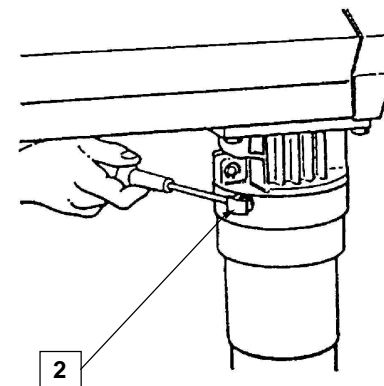
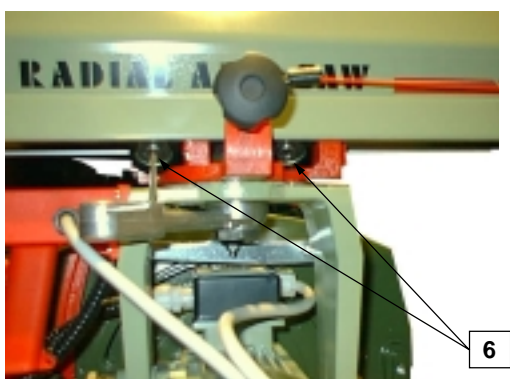

Fig. 3
Fig. 4
<div data-bbox="982 191 1129 264" data-label="Image"> </div> <p>Per eseguire il corretto montaggio della lama procedere come descritto di seguito:</p> <ol style="list-style-type: none"> 1. Rimuovere l'anello benzing (1) tramite il cacciavite, in modo da separare le 2 protezioni laterali dx Fig. 1. 2. Con chiave a tubo CH 17 asportare il dado di bloccaggio e la rondella che tengono fissato il carter coprilama al motore. Fig. 2. Asportare il carter coprilama. 3. Con chiave CH 32 (2) e Allen 8 mm (3), smontare il dado di serraggio e la flangia esterna. Fig. 3. 4. Inserire la lama sul mandrino. Inserire la flangia esterna ed il dado di serraggio. ATTENZIONE: La faccia del dado di serraggio a contatto con la flangia esterna deve essere sempre la stessa. Ribloccare a fondo il tutto. Fig. 4. <p>L'utensile utilizzato deve avere la caratteristiche descritte a pagina 20. Si raccomanda l'utilizzo di guanti di protezione durante l'esecuzione dell'operazione di inserimento lama. Accertarsi del corretto inserimento, relativamente al senso di rotazione, come indicata dalla freccia presente sul carter coprilama.</p> <p>ATTENZIONE: Prima di eseguire il montaggio della flangia esterna verificare l'assoluta pulizia della stessa. Verificare l'assenza di grasso oppure di lubrificante tra la lama e le due flange di bloccaggio.</p> <ol style="list-style-type: none"> 5. Rimontare la rondella e con chiave a tubo CH 17 rimontare il dado di bloccaggio del carter coprilama. Bloccare il tutto a fondo. 6. Riagganciare le 2 protezioni laterali dx tramite il relativo perno e l'anello benzing. Fig. 6. <p>Si raccomanda l'utilizzo di guanti di protezione durante l'esecuzione dell'operazione di inserimento lama. Quando si rimonta la lama accertarsi del corretto inserimento, relativamente al senso di rotazione, come indicato nell'apposita freccia presente sul carter coprilama. Controllare, inoltre, tassativamente che il diametro esterno e il diametro interno dell'utensile corrispondano a quelli indicati nella apposita targa. Verificare che l'albero portautensile e la flangia di serraggio esterna siano esenti da grasso e/o olio.</p>
<p>To correctly assemble the blade:</p> <ol style="list-style-type: none"> 1. Remove the Benzing ring (1) by means of the screwdriver, in order to separate the 2 right hand guards, Fig. 1. 2. Using a CH 17 socket wrench remove the nut and washer that secure the blade casing to the motor. Fig. 2. Remove the blade casing. 3. Using a CH 32 wrench (2) and an 8 mm Allen wrench (3), remove the fixing nut and outer flange. Fig. 3. 4. Fit the blade onto the chuck. Fit the outer flange and fixing nut. ATTENTION: the surface of the nut coming into contact with the outer flange must always be the same. Wrench down. Fig. 4. <p>The tool used must have the features described on page 20. The use of protective gloves during the blade fitting operations is highly recommended. Make sure the blade has been correctly fitted and that it runs in the right direction, as indicated by the arrow on the blade casing.</p> <p>IMPORTANT: before fitting the outer flange, make sure it is perfectly clean. Make sure there are no traces of grease or lubricant between the blade and the fixing flanges.</p> <ol style="list-style-type: none"> 5. Refit the washer and, with a CH 17 socket wrench, refit the blade casing fixing nut. Wrench down. 6. Refit the 2 right hand side guards with the pin and the Benzing ring. Fig. 6. <p>Operators must wear protective gloves when they are fitting tools. Make sure the tool is properly fitted and that it turns in the right direction, as shown by the arrow on the blade guard. Furthermore, ensure that the outer and inner diameters of the tool correspond to those indicated on the plate. Make sure the arbor and outer fixing flange are free of grease and/or oil.</p>
<p>ATTENZIONE: Questi controlli devono essere eseguiti, IN ASSENZA DI ALIMENTAZIONE ELETTRICA.</p> <p>Questo tipo di regolazione va effettuato qualora si dovesse notare un taglio non rettilineo nella massima larghezza.</p> <p>Il gruppo operante scorre su otto cuscinetti, i quali sono montati su altrettanti perni. Per avere una regolazione del gioco esistente tra il gruppo operante e le corsie di scorrimento, le 4 sedi dei cuscinetti inferiori sono eccentriche, in modo da poter essere regolate. Per eliminare l'eventuale gioco esistente, procedere come segue:</p> <ol style="list-style-type: none"> 1. Togliere la testa anteriore (1) svitando le due viti di fissaggio (2) tramite chiave da 4 mm. Fig.1 2. Sollevare il tirante (3) ed estrarre la leva sbloccaggio braccio (4). Fig. 2. 3. Estrarre il gruppo operante ed allentare le viti (5) tramite una chiave Allen 3 mm. (non in dotazione). Fig. 3. 4. Inserire nuovamente il gruppo operante nelle corsie di scorrimento e ruotare i perni (6) con chiave Allen 6 mm in un senso o nell'altro fino ad ottenere lo scorrimento ottimale del gruppo Fig. 4 e 5. Una eccessiva resistenza allo scorrimento può causare una rapida usura delle lamine o una rottura dei cuscinetti. Mentre la presenza di notevole gioco ne compromette la precisione di lavorazione. 5. Al termine della regolazione estrarre di nuovo il gruppo operante per ribloccare le viti (5). Fig. 3. 6. Inserire di nuovo il gruppo operante nelle corsie di scorrimento e rimontare la leva di sbloccaggio braccio (4). Rimontare la testa anteriore (1) e riavvitare le due viti (2). Fig. 6. <p>Eseguire un taglio di massima larghezza e verificarne se le ondulazioni sono scomparse.</p>	<p>ATTENTION: these checks must be effected WITH THE POWER SUPPLY DISCONNECTED.</p> <p>This type of adjustment must be carried out if you notice that the cut does not run straight along the whole width of the piece.</p> <p>The cutting unit runs on eight bearings that are in turn mounted on eight pins. To adjust the clearance between the cutting unit and guide, the four bearing seats are eccentric to enable adjustment. To eliminate any clearance, proceed as follows:</p> <ol style="list-style-type: none"> 1. Remove the front head (1) by loosening the two fixing nuts (2) with a 4 mm Allen wrench. Fig. 1 2. Lift tie-rod (3) and remove the arm release lever (4). Fig. 2. 3. Remove the cutting unit and loosen the screws (5) with a 3 mm Allen wrench (not supplied). Fig. 3. 4. Fit the cutting unit back into the guides and turn the pins (6) with a 6 mm Allen wrench in one direction or the other until the unit is running smoothly, Fig. 4 and 5. An excessive resistance to the sliding movement may cause the guides to wear out rapidly or break the bearings. Whereas an excessive clearance can compromise accuracy. 5. After adjusting take the cutting unit out again to tighten the screws (5). Fig. 3. 6. Fit the cutting unit back into the guides and refit the arm locking lever (4). Refit the front head (1) and fit back the two screws (2). Fig. 6. <p>Carry out a cut on the widest board possible and check if the cut is straight.</p>